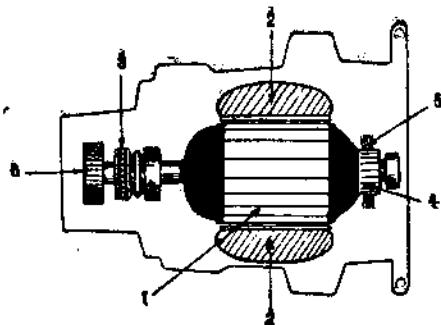

Рис. 54. Двигатель.
4. Техническое описание а) двигатель	<p>Электродвигатель состоит из якоря (1) и станины (электромагнитов), которые заключены в коробку и вместе с ручками составляют корпус электросверлилки (2). Якорь свободно вращается в поле электромагнитов и монтирован на двух шарикоподшипниках (3). С одной стороны (верхняя часть) на вал якоря надет коллектор (4), по которому скользят щетки (5), соединенные проводами с обмоткой электромагнитов. Общие концы через выключатель выведены наружу в токоподводящую штепсельную вилку. На другой конец на вал надета цилиндрическая шестерня (6), служащая для передачи вращательного движения вала передаточному механизму. Вал электродвигателя покоится на двух шарикоподшипниках, смонтированных в корпусе (рис. 54).</p>